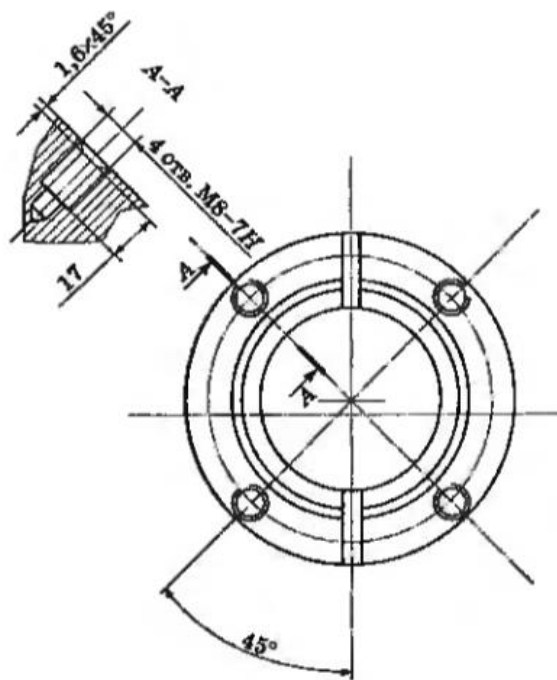

Рис. 3.15
**Исходные данные:** деталь – муфта (рис.3.15); материал – сталь 18ХГТ,  $\sigma_v = 900$  Мпа. Заготовка – штамповка. Масса детали 1,0 кг. Оборудование – сверлильный станок 2Н135. Приспособление – специальное, кондуктор. Обработка без охлаждения. Партия 250 шт.